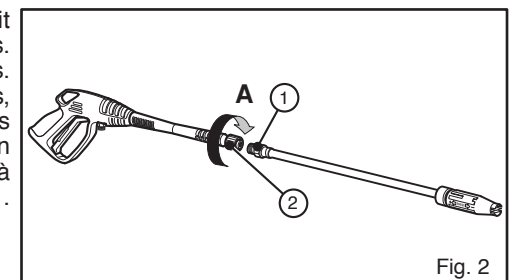

Fig. 2
Pour monter la lance sur le pistolet, il suffit d'introduire l'extrémité profilée de la lance (pos. 1) dans le trou prédisposé sur le pistolet (pos. 2) en faisant bien coïncider les deux extrémités, appuyer légèrement sur la lance dans le sens de la flèche "A" et la tourner de 15° environ dans le sens des aiguilles d'une montre jusqu'à l'encastrement complet (voir fig. 2).
- (S) Arrêt de sécurité